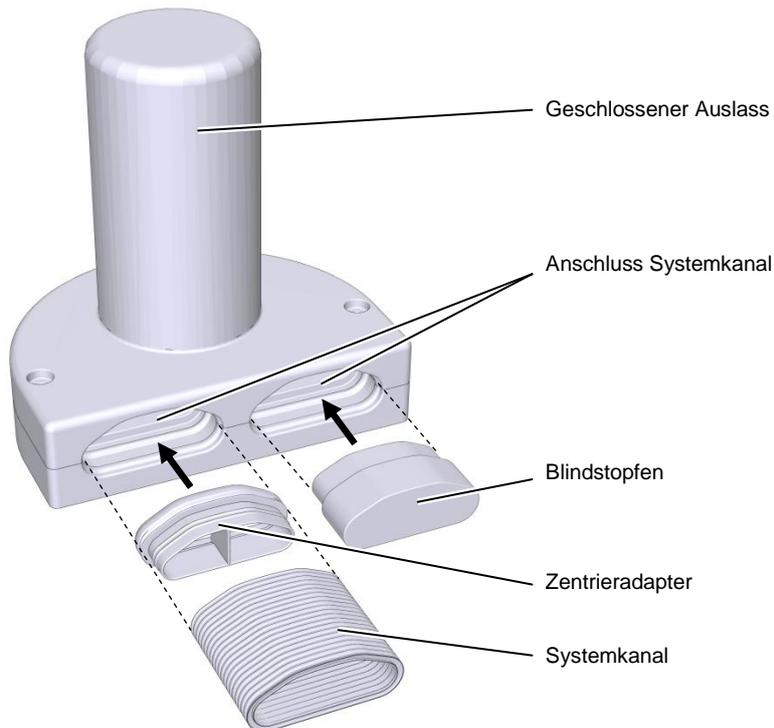

Abb. 25 Abluftelement
- Verschließen Sie bei Verwendung mit nur einem Systemkanal den zweiten Anschluss mit einem Blindstopfen (siehe Abb. 25).